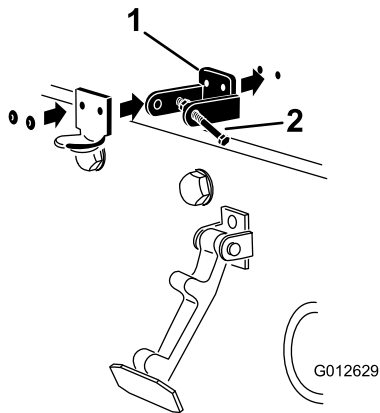

図 16
注 ロックブラケットをフード側にフードに当てて取り付けます 図 16。ロックブラケットアームについているボルトとナットは外さないでください。
5. ブラケットとワッシャをフードにリベットで固定する 図 16。